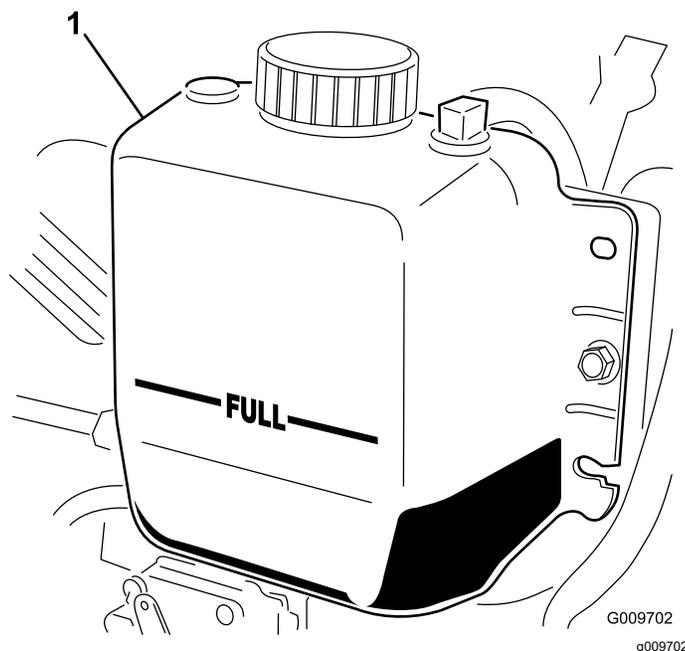

Figura 112
**Nota:** El radiador debe llenarse hasta la parte superior del cuello de llenado, y el depósito de expansión debe llenarse hasta la marca Lleno (Figura 112).